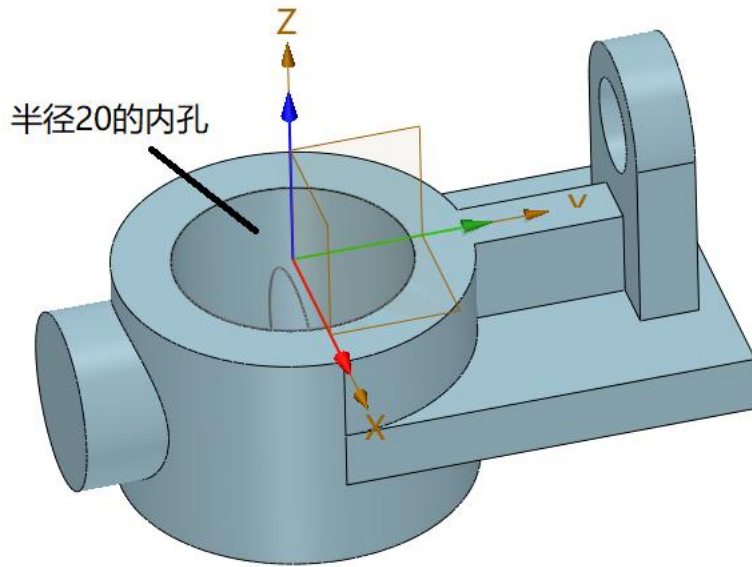

图 6-7 内孔绘制
6、绘制半径 20mm 的内孔，在 XY 平面创建半径 20mm 的圆，且与半径 30 的圆柱同心，拉伸高度 40 mm 与大圆柱相减，得到内孔。如图 6-7 所示。